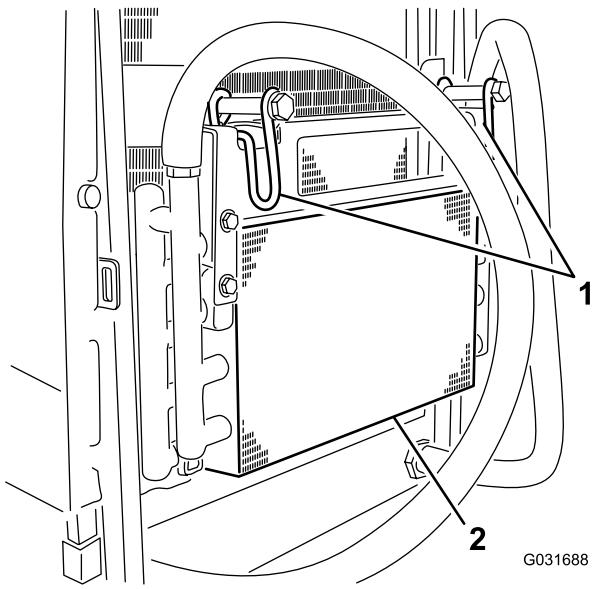

図 51
- オイルクーラーのラッチを内側に倒してオイルクーラーを外す図 51。